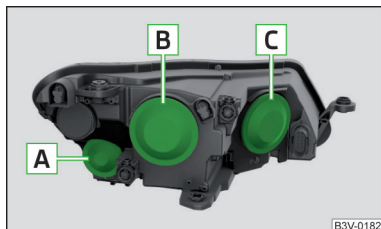

Fig. 270
Disponerea becurilor cu incandescență » fig. 270
- Scoateți căpăcelul de protecție **B**, respectiv **C** » fig. 270 la pagina 251.
- Introduceți căpăcelul de protecție **B**, respectiv **C** » fig. 270 la pagina 251.
- Scoateți capacul de protecție **A** » fig. 270 la pagina 251.
- Așezați capacul de protecție **A** » fig. 270 la pagina 251.